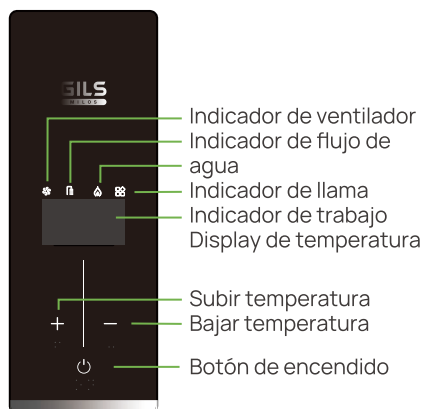

Fig. 1
- Presione el botón de encendido (I/O) para activar el aparato (Fig. 1).
Cuando el aparato se encuentre en funcionamiento, el display mostrará los íconos para la indicación de flujo de agua, activación del ventilador, indicador de llama e indicador de trabajo en condiciones normales de operación (ver Fig. 1). Si alguna de estos indicadores no se encuentra activado en condiciones normales, contacte a su servicio técnico.